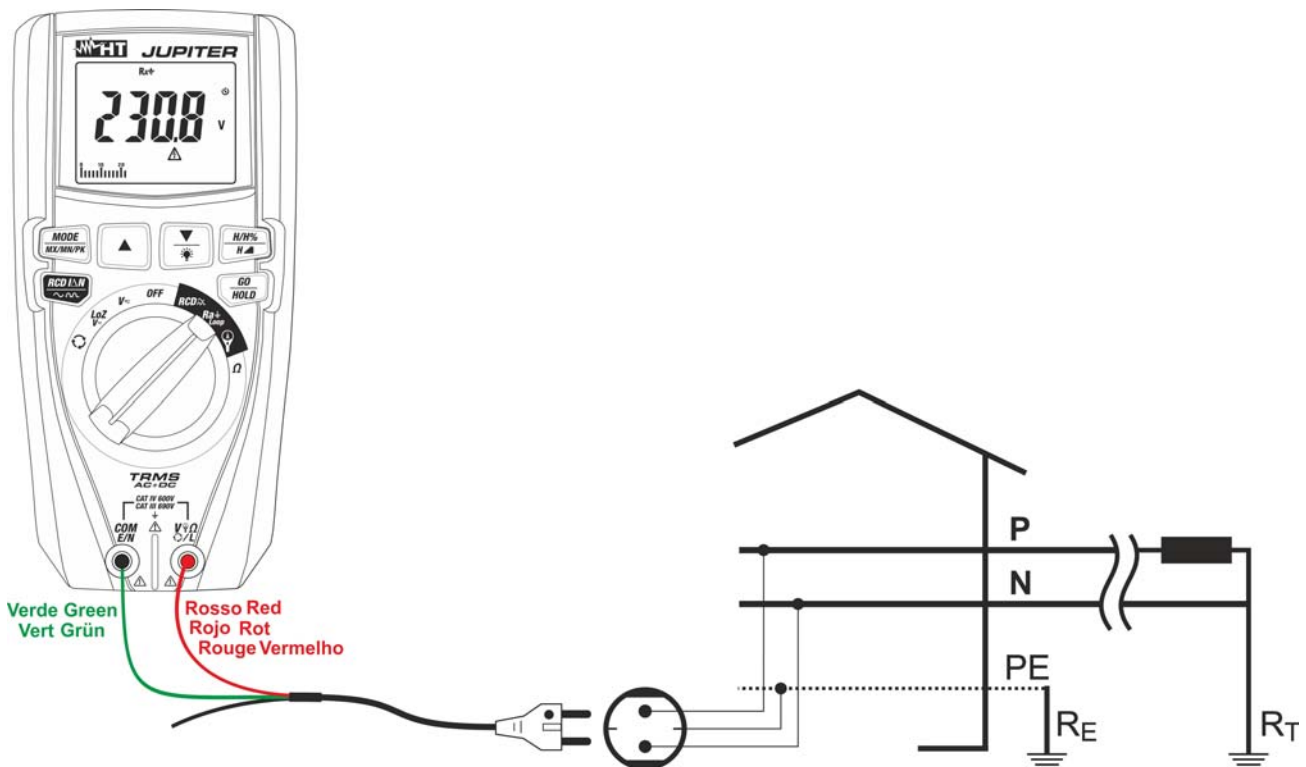

Abb. 23: Verwendung des Geräts zur Messung der Schleifenimpedanz Loop L-PE mit dem Schukokabel
5. Zur Messung der Schleifenimpedanz L-PE, falls das Kabel mit Schuko Eurostecker benutzt wird, verbinden Sie den roten Leiter mit der Eingangsbuchse  $V_{\Omega} \text{L}$  und den grünen Leiter mit der Eingangsbuchse **COM/E/N**, und verbinden Sie das Gerät mit dem zu messenden Kreis (siehe Abb. 23). Der Spannungswert Phase-Erde erscheint auf dem Display.